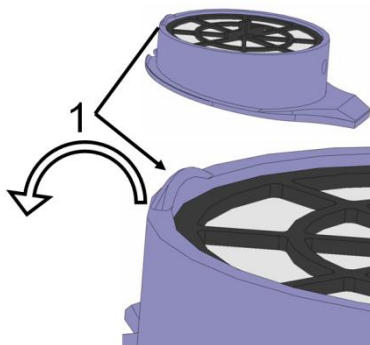

Abb. 22
10. Wulst (Abb. 22/1) am Deckelrand nach außen drücken, sodass Sie unter den Sekretfilter fassen und diesen aus dem Deckel ziehen können. Einen mit Sekret verschmutzten Filter sofort entsorgen, andernfalls siehe Austauschintervall Seite 26.